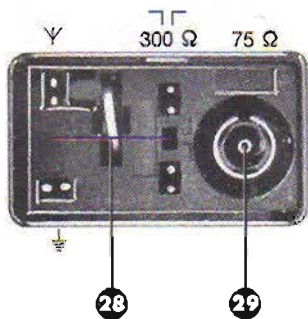

Abb. 3
Die Buchse „JL“ ist für den Anschluß eines UKW-Dipols von 300 Ω vorgesehen. Mit dem UKW-Außendipol kann, außer auf UKW, auch behelfsmäßig auf dem AM-Bereich (MW), empfangen werden (Drahtbrücke zwischen den Buchsen waagrecht eingesetzt). (Siehe Abb. 3).